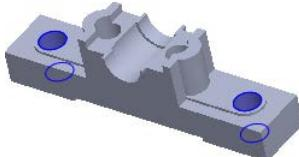
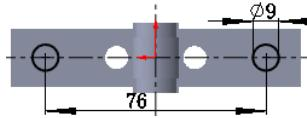

图 5.39.20 切除-拉伸 5
图 5.39.21 横断面草图 (十)
Step11. 创建图 5.39.20 所示的特征切除-拉伸 5。横断面草图如图 5.39.21 所示。